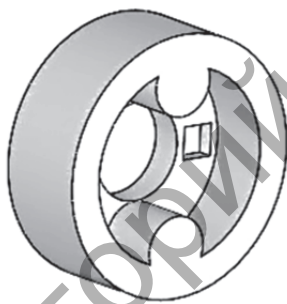

Рисунок 6.10
10. Выполните для этого эскиза операцию выдавливания на **20 мм** (рис. 6.10).